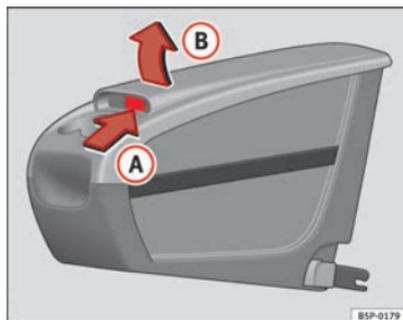

Fig. 111 Porta-objectos móvel. Abertura
- Levante a tampa **(B)**, pela zona **(A)** ⇒ Fig. 111.